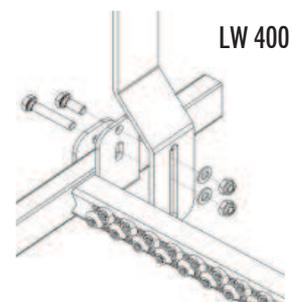

Bild 05
- Die Schwimmkörperhalter sind zusammen mit den Holmumfassungen zu montieren. Auf Bild 04 ist die Anbausituation für die Leiter LW 300mm dargestellt, auf Bild 05 die Anbausituation für die Leiter LW 400mm.